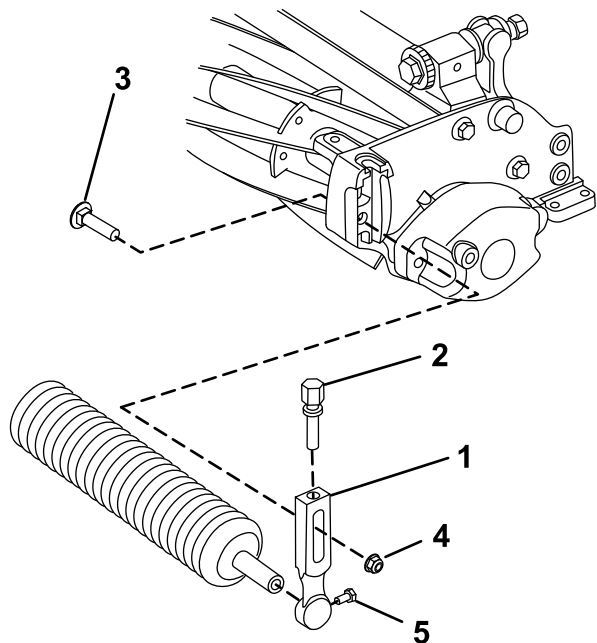

Рисунок 3
1. Отверните несущий болт и фланцевую контргайку, крепящие один из рычагов высоты скашивания к боковой плите режущего блока (Рисунок 3).
4. Наденьте рычаг высоты скашивания на ось валика (Рисунок 3).
5. Не затягивая, зафиксируйте валик в режущем блоке с помощью рычага высоты скашивания и ранее снятых деталей крепления (Рисунок 3).
7. Затяните винты крепления валика (Рисунок 3).
2. Ослабьте винты крепления валика в рычагах высоты скашивания (Рисунок 3).
3. Вставьте валик в рычаг высоты скашивания на противоположной стороне режущего блока (Рисунок 3).